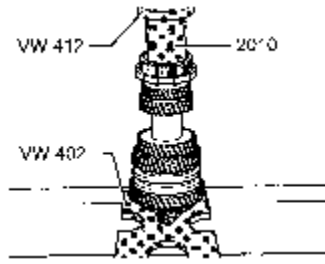

图 9-106 压入 5、倒挡同步器
(22) 压入第 5 挡和倒挡同步器体，如图 9-106 所示，高的内凸肩指向第 5 挡，专用工具 2010 中的较大内径指向同步器体。